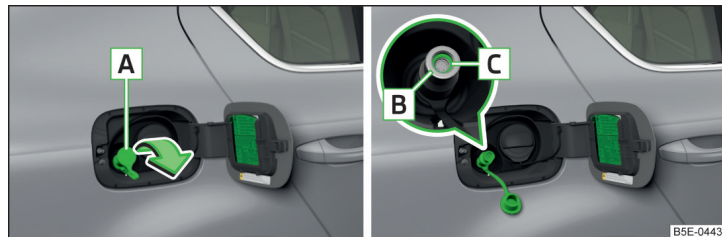

Fig. 182 Ștuțul de umplere cu GNC
- Scoateți capacul [A] » fig. 182 în sensul săgeții de pe ștuțul de alimentare cu gaz [B].
- Verificați dacă inelul de etanșare [C] » fig. 182 a rămas blocat în ștuțul de alimentare cu gaz.